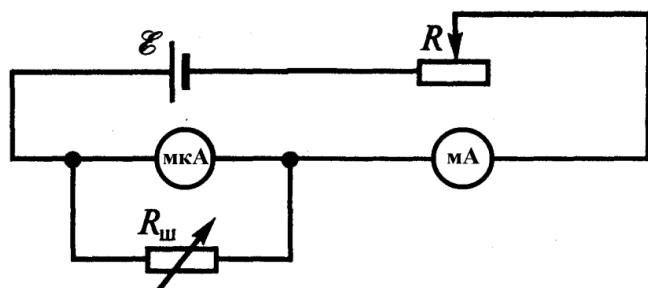

Рис. 2.4.
Схема второй установки, которая служит для проверки точности подбора шунта, представлена на рис. 2.4. Исследуемый прибор на рисунке показан слева («мкА»). К нему подключен уже известный магазин сопротивлений, который используеться в качестве шунта. Контрольным прибором (правым прибором на рисунке) является мультиметр. Величина силы тока регулируется при помощи реостата  $R$ .
*Зарисуйте* (карандашом) схему проверки подбора шунта (рис. 2.4).